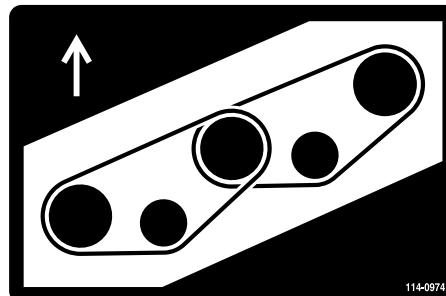
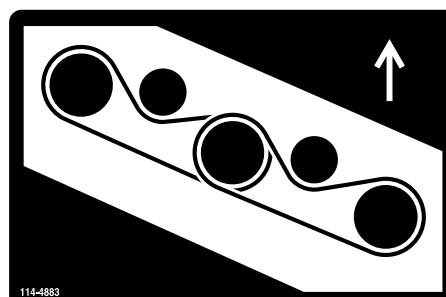

Bild 86
Bild 87
5. Verlegen Sie den neuen Riemen um die Spindelscheiben und die Spannscheiben, siehe Bild 86 und Bild 87.